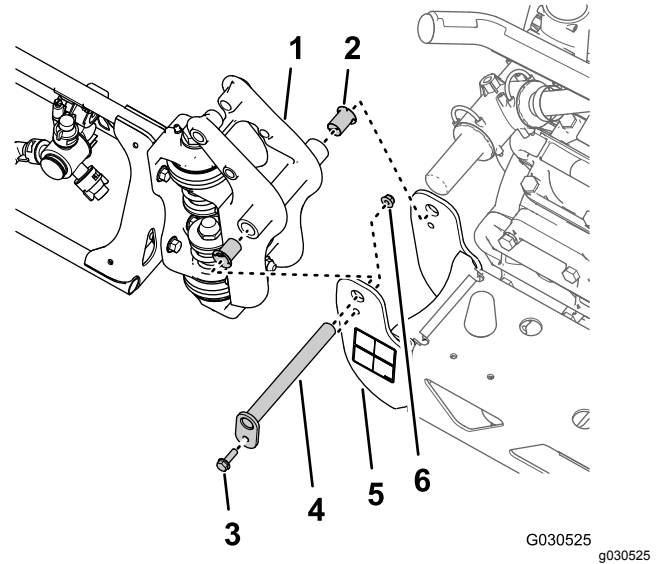

Figura 74
- Retire o parafuso flangeado (5/16 x 1 pol.) e a porca de bloqueio flangeada (5/16 pol.) que fixam o pino de articulação ao suporte da articulação (Figura 74).
- Retire o pino de articulação do suporte da articulação para a secção da rampa central e a união da articulação para a secção da rampa exterior (Figura 74).
- Separe a secção da rampa exterior da secção da rampa central e retire a secção exterior da máquina (Figura 74).
- Retire os 2 casquilhos de flange de nylon da união da articulação da secção da rampa exterior (Figura 74).